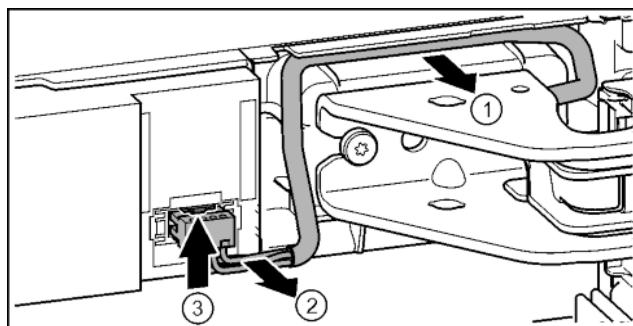

Fig. 20
- Осторожно освободить кабель над опорным кронштейном из направляющей. Fig. 20 (1)
- Аккуратно вытянуть жилы кабеля из канала. Fig. 20 (2)
- Прижать соединительную накладку вверх и осторожно вынуть штекер. Fig. 20 (3)